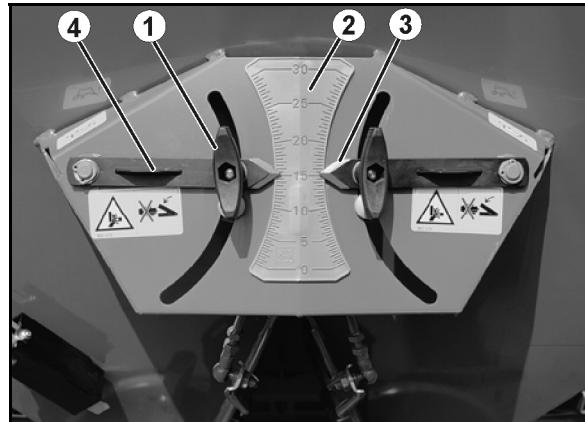

Рис. 60
2. Открутите барашковую гайку (Рис. 60/1).
3. По шкале (Рис. 60/2) найдите значение для положения заслонки, определённое из таблицы норм внесения удобрений или с помощью приспособления для установки сеялки на норму высеива.
4. Установите указатели (Рис. 60/3) обоих регулировочных рычагов (Рис. 60/4) на это значение шкалы.
5. Снова затяните барашковую гайку (Рис. 60/1).